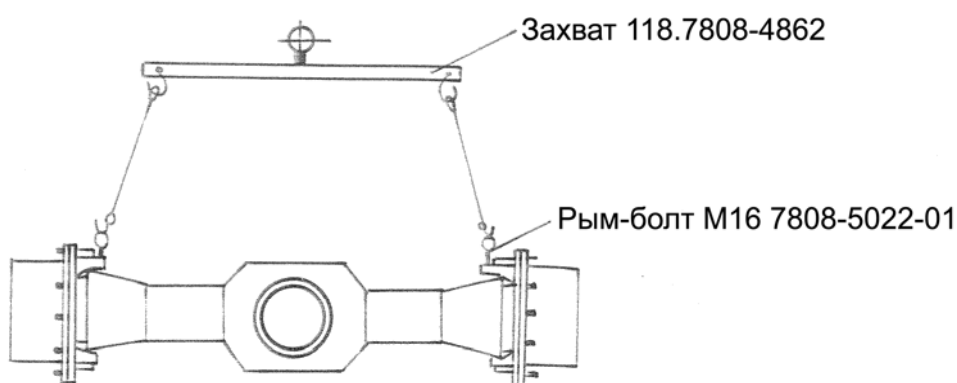

Рис.5.5 Схема строповки и индекс захвата ПВМ.
- 4) переместите, с помощью подъемных средств, ПВМ на подставки, схема строповки (рисунок 5.5);